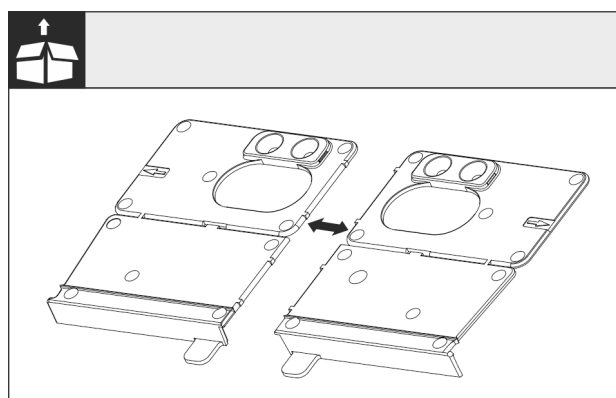

Fig. 27
- Separe la base de la escuadra de montaje Fig. 27 () en la perforación.